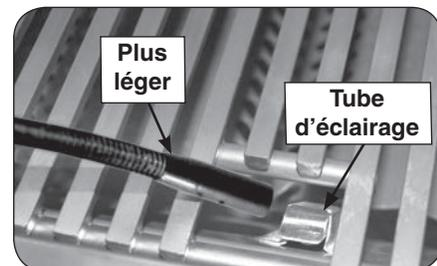

Fig. 26-2 - Éclairage manuel
2. Passez un allumeur brûlant de butane de long-baril ou une allumette brûlante de long-tige dans la grille à cuire s'ouvrant au dessus du tube d'éclairage. (Fig. 26-2). Pour des backburners, tenez la flamme contre le surface du backburner.
4. Si le brûleur ne se allume pas dans les cinq (5) secondes de tourner le bouton de commande, enfoncez immédiatement le bouton et tournez la valve à AU LOIN. ATTENDEZ CINQ (5) MINUTES avant de répéter les étapes 2 à 4 des instructions manuelles d'éclairage.